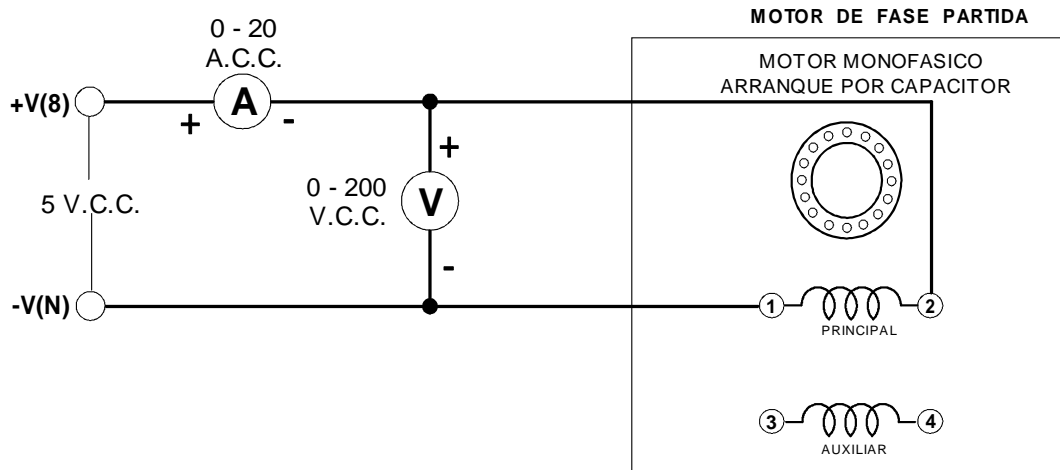

Fig. A9-1
6.- Conecte el circuito de la figura A9-1, utilizando el motor de arranque por capacitor, la fuente de alimentación y los instrumentos de medición de c. c. del panel.